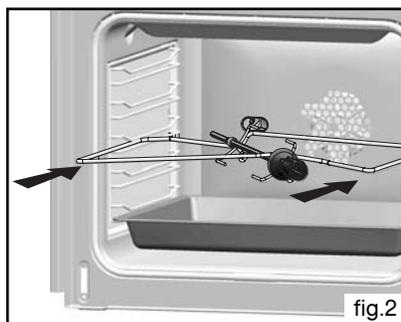

fig.2
- **Plat multi usages 20 mm (fig.2)**
- disposez le plat multi-usages au gradin N°1 pour recueillir les jus de cuisson ou sur la sole si la pièce à rôtir est trop grosse (fig.2).
- placez la broche sur son berceau (fig.2).
Insérez les deux autres butées rouges dans les emplacements **A** prévus à cet effet (fig.2).